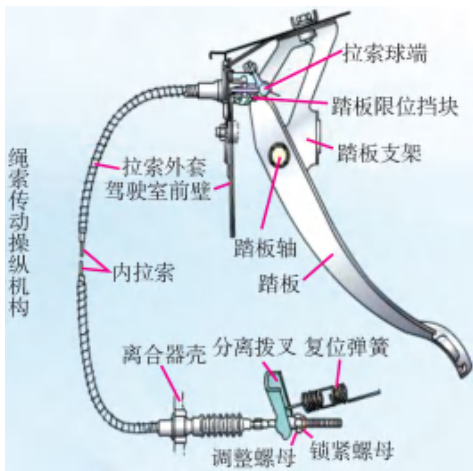
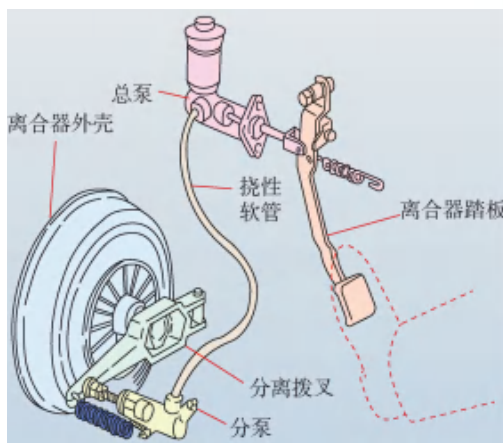

图 1-6 机械式操纵机构
图 1-7 液压式操纵机构
(3) 压紧装置是将压盘和从动盘压向飞轮，使飞轮从动盘和压盘压紧在一起。发动机的转矩靠飞轮与从动盘接触面之间的摩擦作用而传递到从动盘上，从动盘中心内花键与从动盘外花键连接，把动力传递给从动轴，再经过从动轴传给变速器。压紧装置一般分为膜片弹簧式和螺旋弹簧式，目前以膜片弹簧式离合器应用较为广泛。
(4) 操纵机构用来控制离合器的结合与分离，按照控制方式可分为机械式（图 1-6）和液压式（图 1-7）两种。